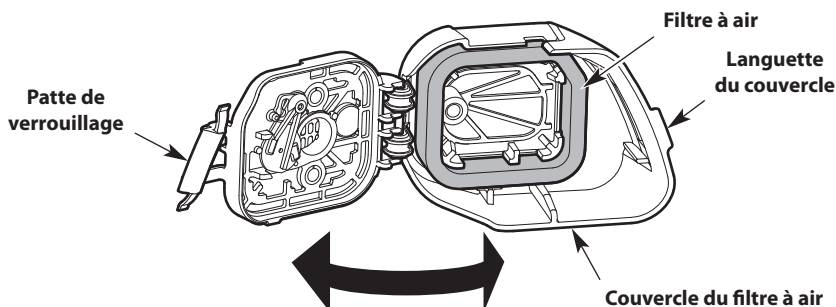

Fig. 19
1. Ouvrez le couvercle du filtre à air : Faites un crochet avec vos doigts derrière la languette du couvercle. Pour déverrouiller le couvercle du filtre à air, tirez-le vers la gauche, en l'éloignant du moteur. Vous devrez peut-être tirer fortement. Faites basculer le couvercle du filtre vers la droite (Fig. 19).
2. Retirez le filtre à air de l'intérieur du couvercle du filtre (Fig. 19).
6. Réinstallez le filtre à air à l'intérieur du couvercle (Fig. 19).
7. Fermez le couvercle du filtre à air : basculez le couvercle du filtre vers la gauche et appuyez dessus jusqu'à ce que la patte de verrouillage s'enclenche en position fermée (Fig. 19).